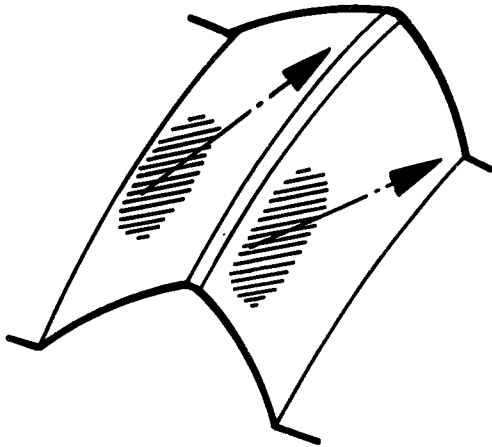

Fig. 19
- Indien de inbouw van het differentieel op de juiste wijze heeft plaatsgevonden, zal zich op het kroonwiel een correct draagbeeld aftekenen. Het draagbeeld bij onbelast draaien, zoals dit zich zal aftekenen bij een juiste afstelling van kroonwiel en pignon, is afgebeeld in fig. 19. De linkerzijde van de tand is de vooruit-zijde, de rechterzijde de achteruit-zijde. De pijl geeft aan hoe het draagbeeld zich verplaatst onder belasting.